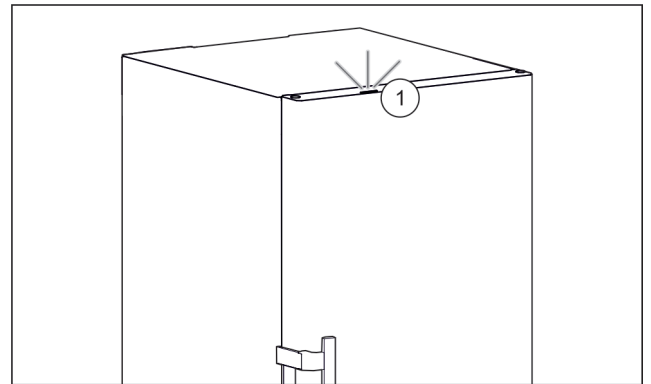

Fig. 56 Lumină de stare activă cu ușa închisă
- ▷ Lumina de stare Fig. 56 (1) este activată.